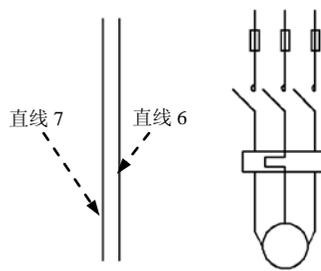
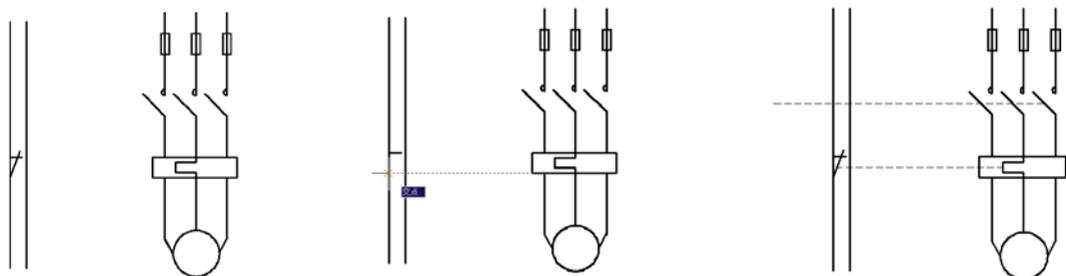

图 17.10.20 绘制直线 (五)
图 17.10.21 绘制直线 (六) 图 17.10.22 运用“正交”与“对象捕捉”命令 图 17.10.23 绘制直线 (七)
(1) 用 **绘图** (D) → **直线** (L) 命令绘制图 17.10.20 所示的直线 6。
(2) 用 **修改** (M) → **偏移** (S) 命令创建直线 7, 偏移对象为直线 6, 偏移距离值为 8。
(3) 绘制直线。确认系统状态栏中的和  (对象捕捉) 按钮处于显亮状态, 用 **绘图** (D) → **直线** (L) 命令完成图 17.10.21 所示的直线的绘制。
注意: 绘制图 17.10.21 所示的倾斜直线时, 在选中图 17.10.22 所示的捕捉点后, 要先单击状态栏中的  (正交模式) 按钮, 使其处于关闭状态, 然后再单击直线另一端点来完成直线的绘制。